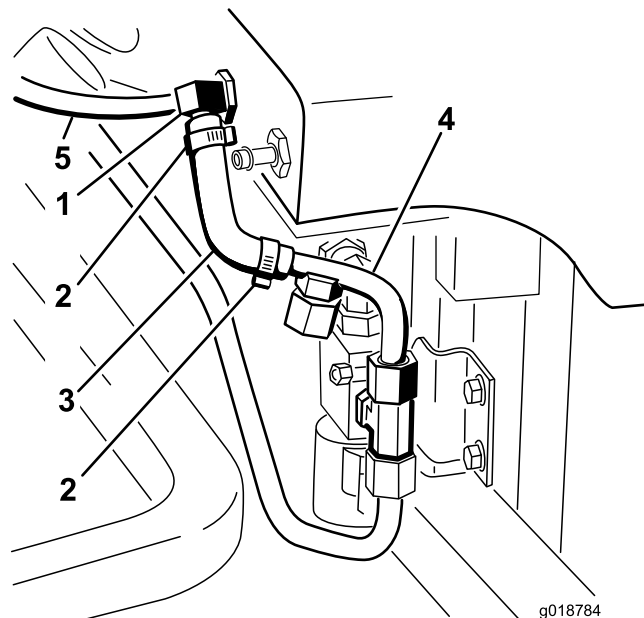

Bild 31
10. Schieben Sie die zwei kleinen Schlauchklemmen auf den kleinen, geformten Hydraulikschlauch (Bild 31).
11. Befestigen Sie die lange Seite des geformten Schlauchs am 90-Grad-T-Anschlussstück im Hydraulikbehälter (Bild 31).
12. Befestigen Sie die kurze Seite des geformten Schlauches am gezahnten Ende der Hydraulikleitung Nummer 4 (Bild 31).
14. Befestigen Sie die Hydraulikleitung (Schlauch) Nr. 5 lose am kleinen 90-Grad-T-Anschlussstück (Bild 31).